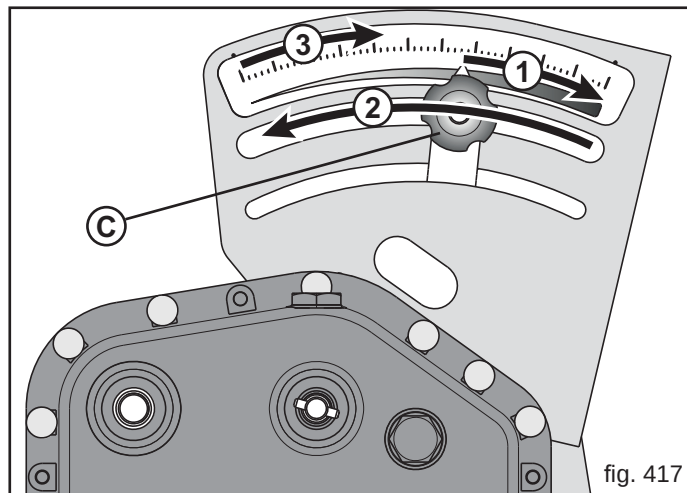

fig. 417
- 5) Loesen Sie die Feststellschraube an der Getriebeverstellung und (C, Abb. 417), den Hebel bis an den Endanschlag der Skala «50» (1) verschieben und ihn dann wieder auf «0» (Null) (2) stellen. Nun den Hebel auf den berechneten Wert stellen (3, Abb. 417). Die Verstellspindel mit der Feststellschraube wieder sichern.